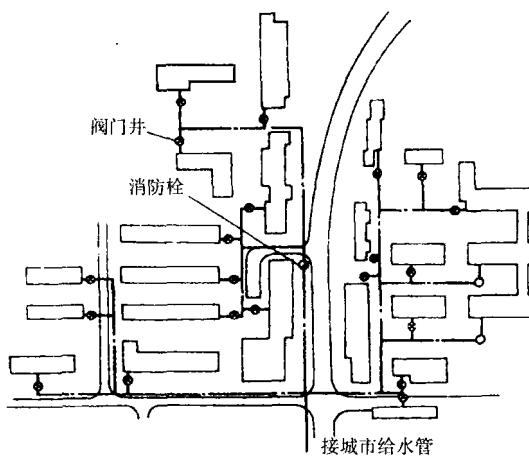
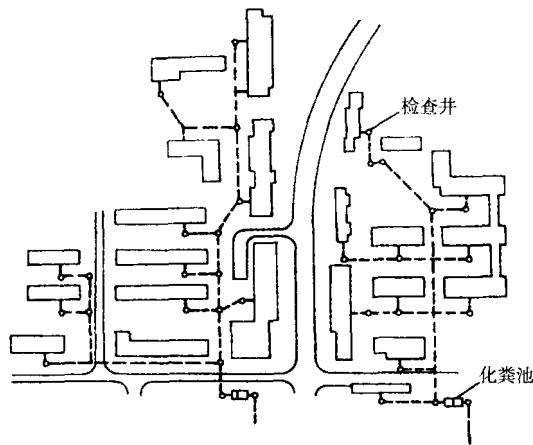

图 1-1 给水总平面图
图 1-2 排水总平面图
- (1) 图纸目录、设计(施工)说明。
- (2) 总平面图。指表示某一区域、小区、街道、村镇、单位、几幢房屋的室外管网平面布置的施工图。如图 1-1 和图 1-2 所示某居住小区的给水和排水管网布置。